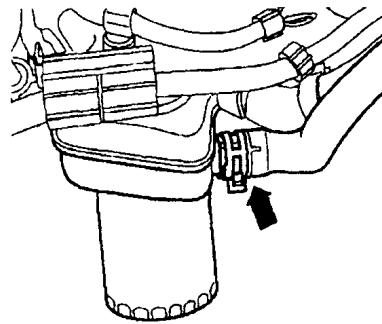

图 0-4 冷却液软管
5) 拔下散热器上的冷却液软管,如图 0-4 箭头所指。排尽发动机内部的冷却液。